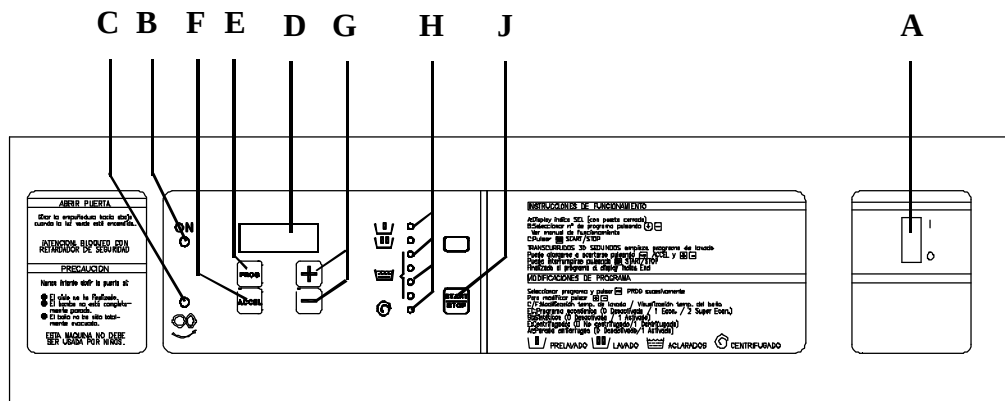

fig. 6
2.2. CONTROL DEVICES (fig.6)
2.2. DISPOSITIVOS DE CONTROL Y MANDO (fig.6)
2.2. DISPOSITIFS DE CONTRÔLE ET COMMANDE (fig. 6)